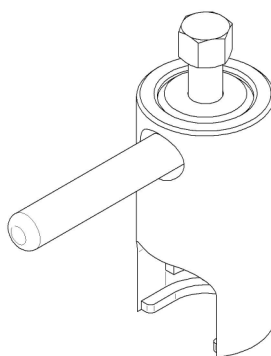

Рис. 7. Съемник для крыльчатки
- снять крыльчатку при помощи специального съемника (см. рис. 7);